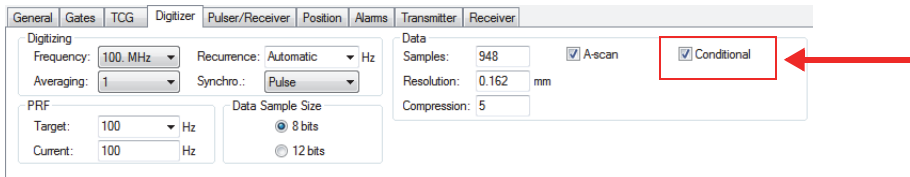

図 4-53 [Digitizer] タブ
1. [UT Settings] パネルの [Digitizer] タブをクリックし、[Conditional] チェックボックスをオンにします。154 ページの図 4-53 を参照してください。